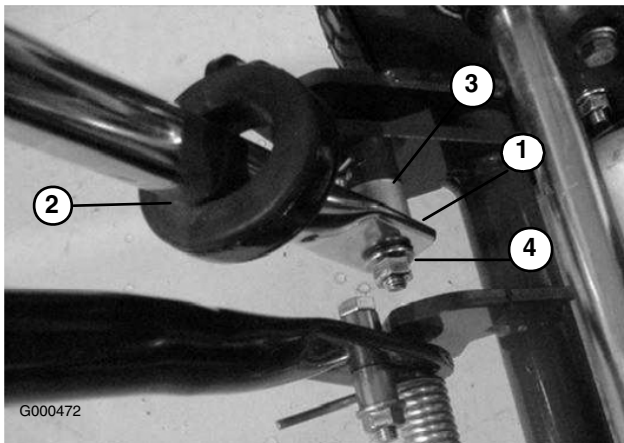

Figure 5
2. Introduisez les extrémité du guidon dans les fentes des bras de support(Figure 5).
3. Poussez les extrémités du guidon vers l'intérieur et engagez-les sur l'épaule de l'axe de pivot (Figure 5).
4. Fixez le guidon à la vis de montage et à l'axe de pivot avec le contre-écrou à collerette (Figure 5).